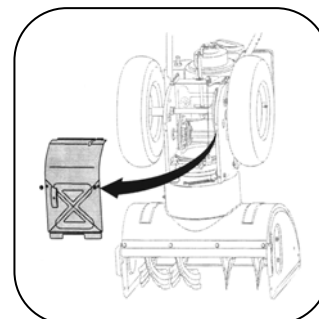

Рис.12
2. Осторожно поверните снегоочиститель вверх и вперед, чтобы он опирался на корпус шнека. Снимите крышку рамы с нижней стороны снегоуборщика, удалив четыре самореза, которые крепят ее. См. рис. 12.